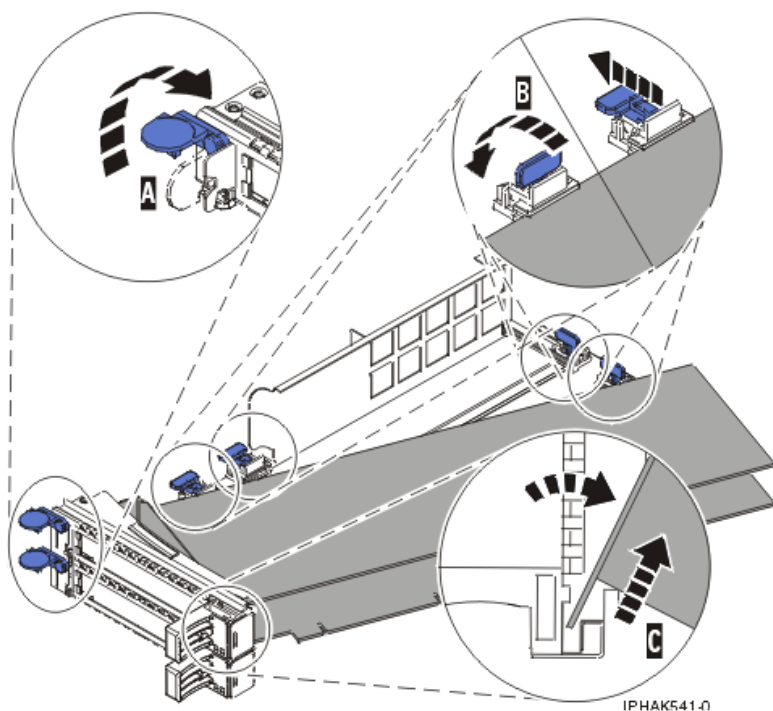
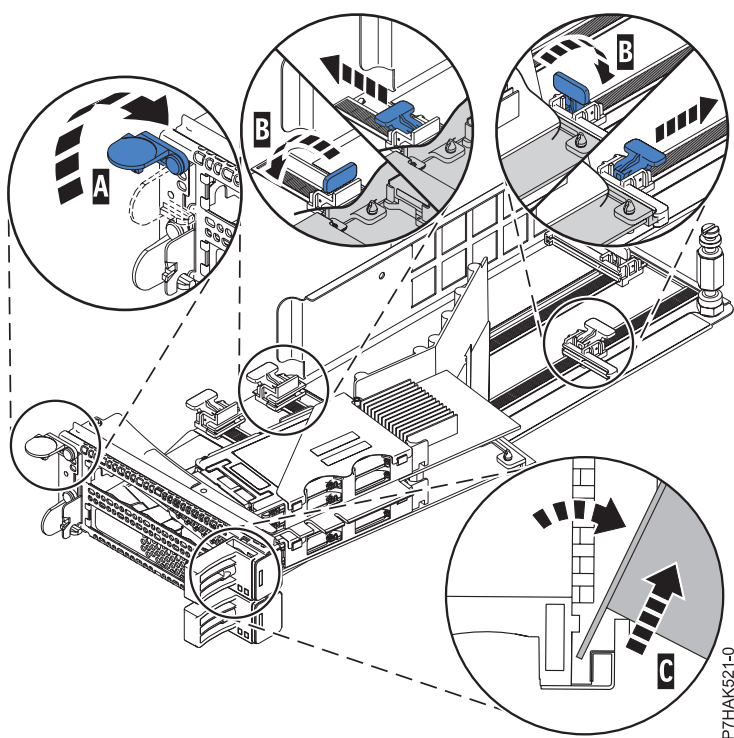

Figura 93. Adaptador removido da cassete de adaptador PCI
Figura 94. Adaptador PCIe RAID e SSD SAS removido da cassete de adaptador PCI
- d. Desaparafuse o pino de articulação (C) e coloque-o num lugar seguro
- a. Desbloqueie as peças de fixação do adaptador (B) rodando os grampos de fixação (A) para a posição horizontal. Consulte a Figura 93 na página 102. Caso esteja a remover um adaptador PCIe RAID e SSD SAS, consulte Figura 94 na página 102.